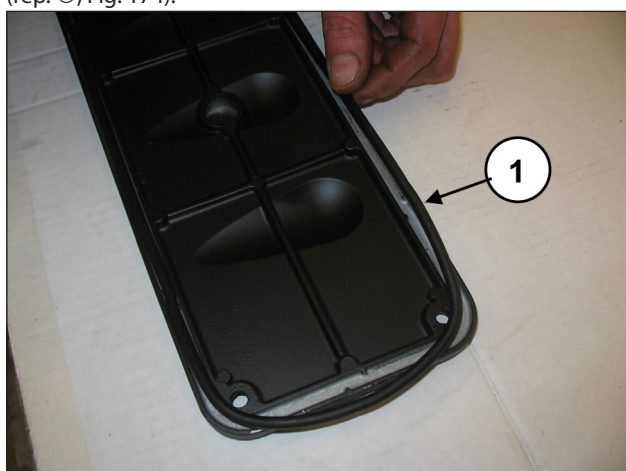
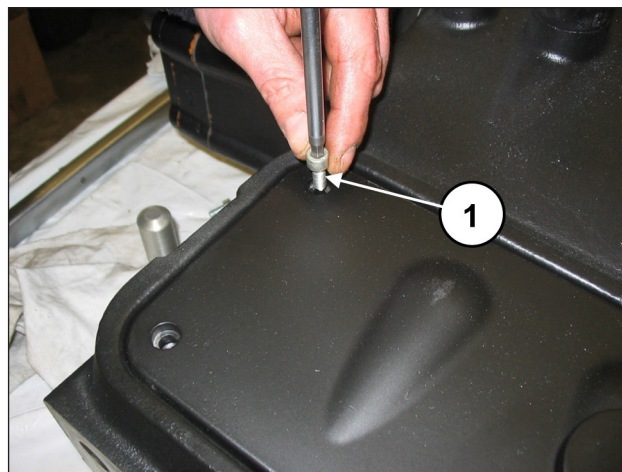

Fig. 173
Fig. 174
Monter le joint torique (rep. ①, Fig. 173) sur les couvercles d'inspection et monter ces derniers à l'aide de 4+4 vis M6x14 (rep. ①, Fig. 174).